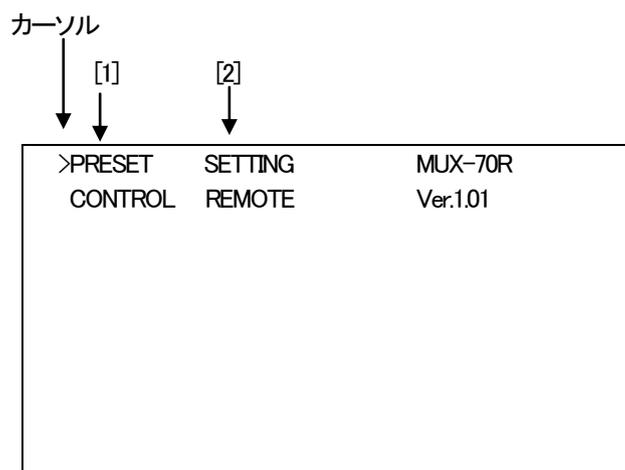
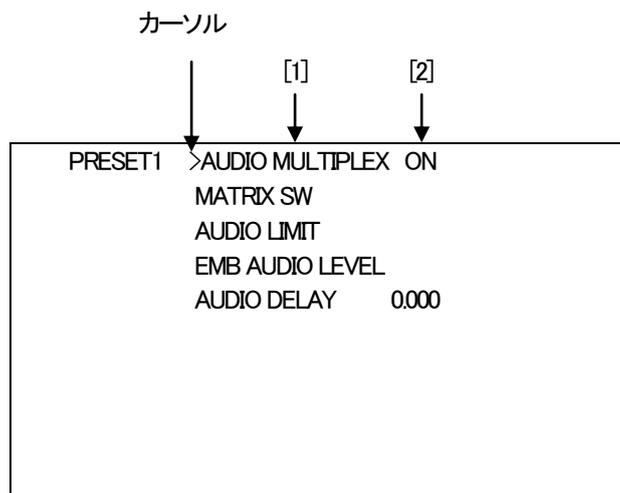

図4-1オンスクリーンメニューのメインメニューの表示
図4-2オンスクリーンメニューのプリセットサブメニューの表示
- (1) 電源投入直後は、モジュール前面の表示器に機種名「MUX-70R」と映像フォーマット「59i or 23sf or 525i or 23p」と選択されたプリセットパターン「PRE1～4」が繰り返し表示されています。
- (2) モジュール前面のMENUボタンを押すことで、表示器がメニューモードに入ります。(図4-1、図4-2参照)
- (3) カーソルが左の項(図4-1[1])にある状態でツマミを回し、設定する項目を選択します。
- (4) ENTERボタンを押すとカーソルが右の項(図4-1[2]または図4-2[1])へ移動し、ツマミを回して変更します。(変更項目がブリンクします)
- (5) 更に階層があるメニューはカーソルが図4-2[2]へ移動し、ツマミを回して変更します。(PRESETの変更のみ)
- (6) 設定を保存する場合はENTERボタンを押します。また、変更をキャンセルする場合は、MENUボタンを押すことにより設定値は変更前の値に戻ります。いずれの場合も、カーソルが左の項へ移動します。
- (7) さらに他項目の設定を行う場合は3～6)の操作を繰り返し行います。
- (8) 終了する場合はMENUボタンを押すことで1)の状態に戻ります。
- (9) メニューモードの状態でも10分間未操作状態が続くと、設定をキャンセルし、ステータス表示へ戻ります。